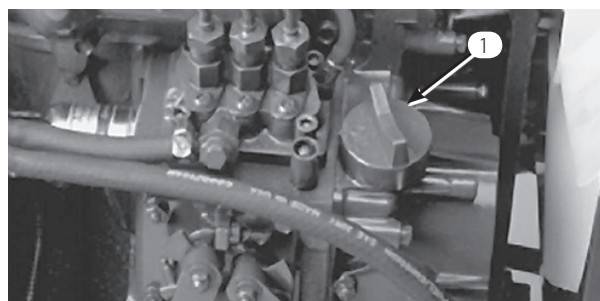

図 16
3. 不足していれば補給口キャップ（図16）をとり、ディップスティックのFull位置まで少量ずつオイルを補給する。補給中、ディップスティックで何度か油量を確認しながら入れること。